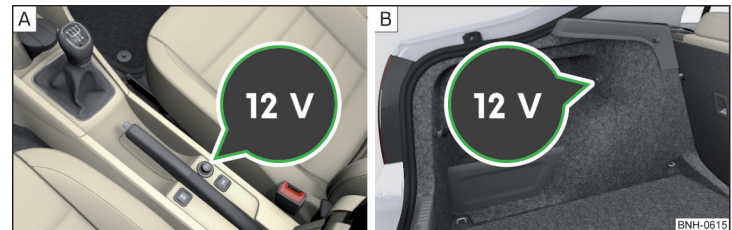

Abb. 92 Abdeckung der 12-Volt-Steckdose: in der Mittelkonsole vorn / im Gepäckraum
- Zum **Gebrauch** die Abdeckung der Steckdose abnehmen » Abb. 92 - [A] bzw. die Abdeckung der Steckdose öffnen » Abb. 92 - [B].